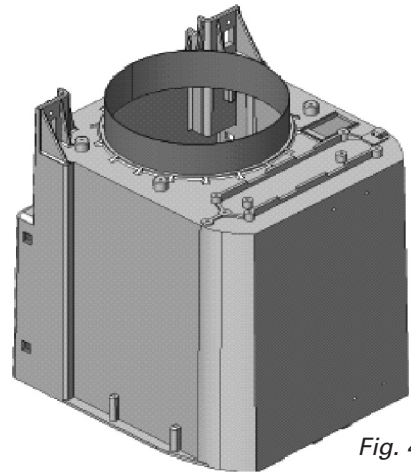

Fig. 4/Abb. 4
- 5) Monter, en le faisant coïncider avec la partie supérieure du caisson moteur de la hotte, le raccord (cf. fig. 4) fourni pour raccorder la tuyau d'évacuation des fumées de la hotte à l'unité d'aspiration extérieure. Pour le montage utiliser les 4 vis fournies.
- 9) Monter, en le faisant coïncider avec la partie supérieure du caisson moteur de la hotte, le raccord (cf. fig. 4) fourni pour raccorder la tuyau d'évacuation des fumées de la hotte à moteur extérieur. Pour le montage utiliser les 4 vis fournies.
- 4) Montar consecuentemente a la parte superior de la carcasa del motor de la campana, el racor incluido (ver fig. 4) para conectar el tubo de salida de humos de la campana a la unidad de aspiración externa.
- 9) Montar consecuentemente a la parte superior de la carcasa del motor de la campana, el racor incluido (ver fig. 4) para conectar el tubo de salida de humos de la campana a la unidad de aspiración externa. Para el montaje utilizar los 4 tornillos incluidos.